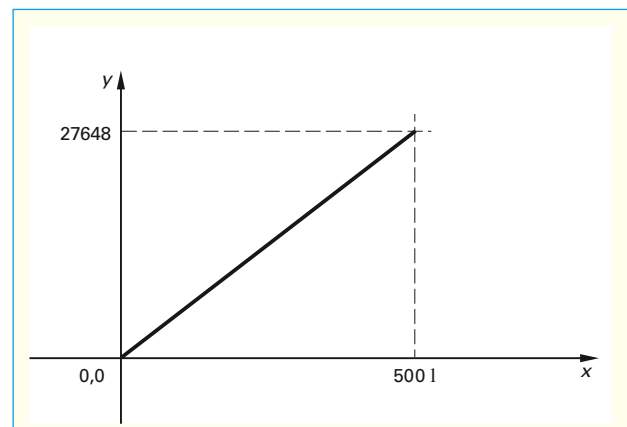

Bild 3: Normierungskennlinie im 1. Quadranten
Den Zusammenhang zwischen der physikalischen Größe Liter und der binären Zuordnung für eine Waage zeigt **Bild 3**.
b) Ergänzen Sie anhand **Bild 3, Seite 12**, die **Tabelle 1** und die Funktion **SCALE** (**Bild 1**).
Tabelle 1: Zuordnungen Kennlinie (Bild 3, Seite 12)